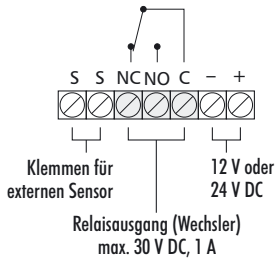

Abb. 2
- Schließen Sie die Adern für die Spannungsversorgung (Achtung: muss stabilisiert sein) an den Klemmen + und - sowie die Adern für den Relaisausgang an C und NO (Schließkontakt) bzw. an C und NC (Öffnerkontakt) an (siehe Abb. 2)
- Um eine Meldung bei beliebig wählbarer Wasserstandshöhe zu erreichen, schließen Sie die Kabelenden des mitgelieferten 2-adrigen Kabels an die Klemmen „S“ (Klemmen für externen Sensor) an (siehe Abb. 2 und 4A).